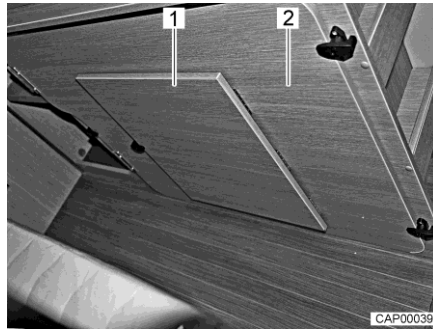

Fig. 75 Tavola di rinforzo sul cassone letto di destra
- Togliere la tavola di rinforzo aggiuntiva (Fig. 75,2) dal cassone letto di destra, in coda.
- Aprire i supporti per piedi (Fig. 75,1) sulla tavola di rinforzo.